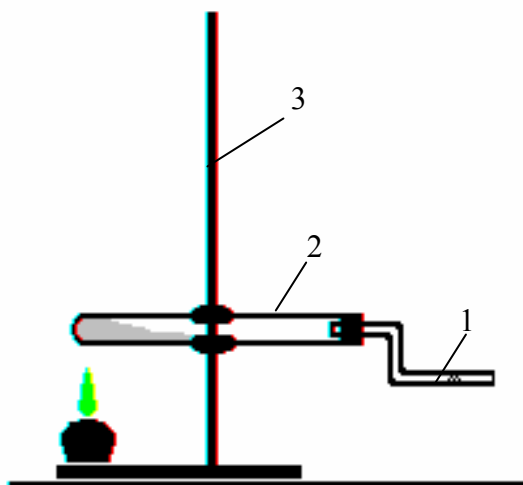

Рис. 5
б) *Восстановление оксида меди оксидом углерода (II).* В изогнутую трубку 1 прибора (рис. 5) насыпать 2 – 3 микрошпателя заранее прокаленного и высушенного оксида меди. Пробирку 2 укрепить в штативе 3 и налить в нее 2 – 4 капли концентрированной серной кислоты ($\rho = 1,84$ г/мл) и 4 – 7 капель муравьиной кислоты для получения оксида углерода (II). Закрывать пробирку пробкой с изогнутой трубкой, в которую положить оксид меди (II). Осторожно нагреть трубку в том месте, где находится оксид меди (II), до высокой температуры и слегка подогреть смесь в пробирке. Как только выделение CO пойдет энергично, нагревать трубку с оксидом меди (II) сильно и непрерывно до полного восстановления CuO, сопровождающегося изменением окраски порошка. Написать уравнение реакции восстановления оксида меди (II) оксидом углерода (II).